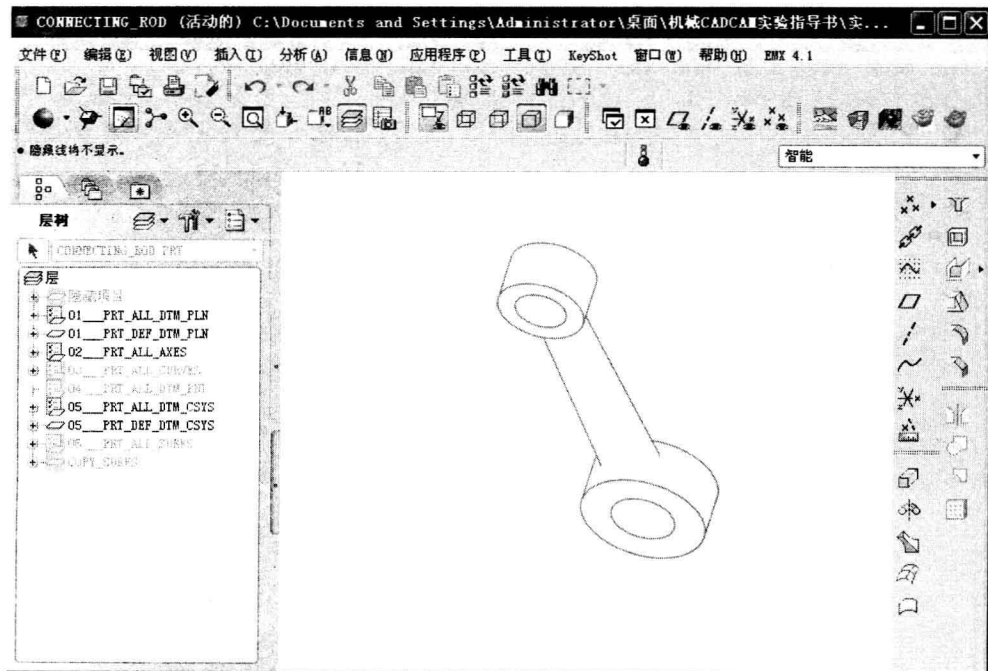

图 1-8 无隐藏线显示模式
(3) 无隐藏线显示模式：按下  按钮，模型显示效果如图 1-8 所示。